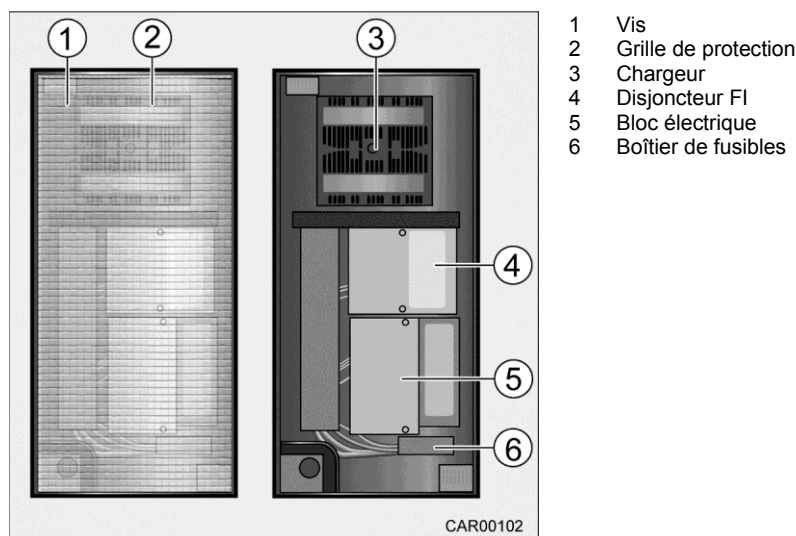

Fig. 120 Bloc électrique dans le garage
Le bloc électrique fonctionne uniquement en combinaison avec le panneau de contrôle. Le bloc électrique (Fig. 120/5) est installé dans le garage derrière une grille de protection (Fig. 120/2). Derrière la grille de protection (Fig. 120/2) se trouve également un boîtier de fusibles gris (Fig. 120/6) pour d'autres consommateurs et options spéciales 12 V.
Pour protéger l'appareil d'une fausse manipulation, le bloc électrique (Fig. 120/5) et le chargeur (Fig. 120/3) sont installés derrière une grille de protection (Fig. 120/2) perméable à l'air et amovible.
1. Desserrer les vis (Fig. 120/1) les unes après les autres en les tournant un quart de tour dans le sens anti-horaire.
2. Enlever la grille de protection (Fig. 120/2).
3. Une fois les travaux terminés, immédiatement remettre en place la grille de protection (Fig. 120/2).
- Pour protéger l'appareil d'une fausse manipulation, immédiatement remettre en place la grille de protection (Fig. 120/2) sur le bloc électrique (Fig. 120/5) après les travaux.
Le chargeur (Fig. 120/3) a été spécialement développé pour le secteur des caravanes et des bateaux pour charger des batteries gel de 12 V.